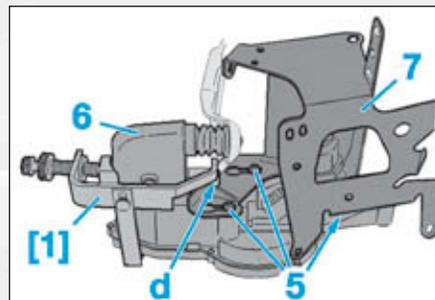

FIG.12
- Reposer les vis (5) de l'actionneur d'embrayage (6) dans les trous oblongs du support (7) (Fig.12).
- Positionner l'outil [1] sur l'actionneur d'embrayage (6) (Fig.12).